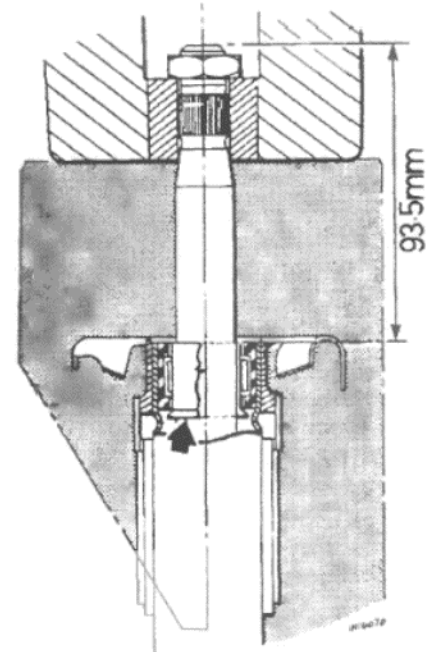

Рисунок 8.20. Правильное расположение верхнего подшипника (указан стрелкой) на вале. Измерение приведено в мм (Раздел 8)
8. Начните сборку с установки верхнего подшипника на вал, так чтобы поднятая губка подшипника была обращена вниз. Установите подшипник на вал, так чтобы верхняя часть подшипника располагалась на расстоянии 93.5 мм от верхней части вала (см. Рисунок 8.20).